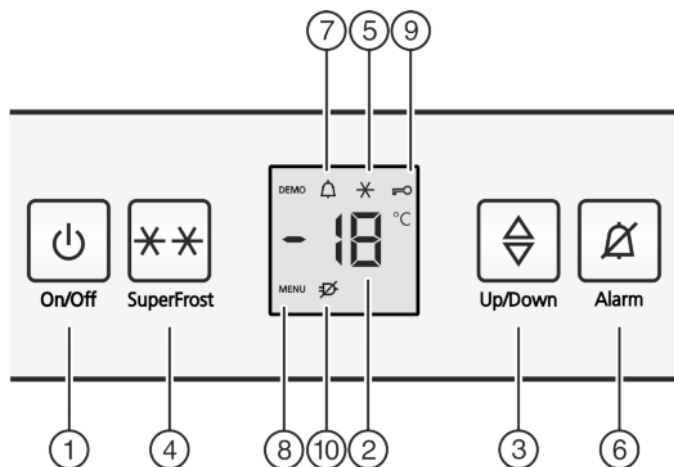

Fig. 2
- Вместе с индикацией температуры мигает символ «SuperFrost» Fig. 2 (5).*
- ▶ Нажать кнопку On/Off Fig. 2 (1).
- ▷ Устройство включено. Индикатор температуры и символ "Alarm" Fig. 2 (7) мигают, пока температура не станет достаточно низкой.
- ▶ Активация режима настройки: Нажмите кнопку SuperFrost Fig. 2 (4) и удерживайте ее прим. 5 секунд.
- ▷ На индикаторе будет отображаться символ «Меню» Fig. 2 (8).
- ▶ Для подтверждения нажать и отпустить кнопку «SuperFrost» Fig. 2 (4).
- ▷ На индикаторе горит символ «Защита от детей» Fig. 2 (9).
- ▷ Функция защиты от детей включена. Если необходимо выйти из режима настройки: ▶ нажмите и отпустите кнопку "On/Off" Fig. 2 (1).
- ▷ Символ «Защита от детей» Fig. 2 (9) гаснет.
- ▷ Функция защиты от детей выключена. Если необходимо выйти из режима настройки: ▶ нажмите и отпустите кнопку "On/Off" Fig. 2 (1).
- ▶ Нажмите кнопку Alarm Fig. 2 (6).
Одновременно мигает индикация температуры и символ тревоги *Fig. 2 (7)*.
Звуковой сигнал выключается автоматически, символ аварийного сигнала *Fig. 2 (7)* выключается и индикатор температуры перестает мигать, если температура снова становится достаточно низкой.
► Нажмите кнопку Alarm *Fig. 2 (6)*.